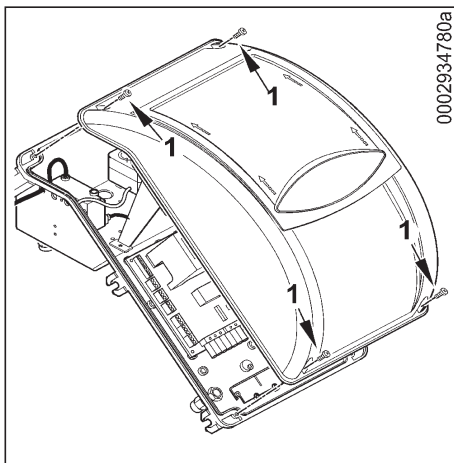

图1
- 松开图1中的4个螺丝（1）并取下盖子，而不要移开前面透明的盖板，这样就可以接触到燃烧器的电控面板了。